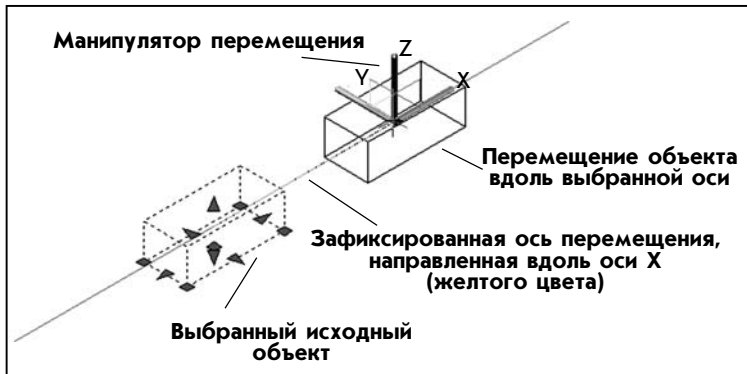

Рис. 8.3. Перемещение объекта вдоль одной из осей манипулятора
7. Выбрать вторую точку на чертеже или ввести требуемое значение в командном окне (рис. 8.3).